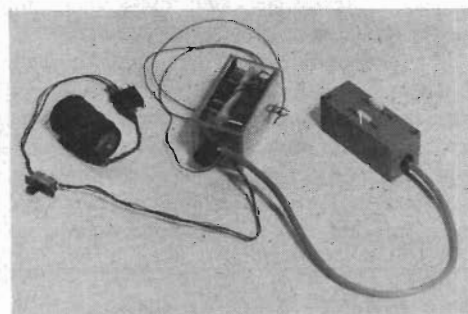

Fig 1. Mottagaranläggningen sammankopplad.
■ ■ Mottagaranläggningen består av följande delar: mottagare, servoförstärkare, servo och ackumulator. Fig 1 visar anläggningen hopkopplad. Som synes används ett fabriks-tillverkat servo, nämligen *Varioprop*. Servoförstärkarna byggs ihop med mottagaren antingen med mottagare och förstärkare på skilda kretskort eller byggd på ett gemensamt kretskort. Såväl mottagare- som sändarkrystaller är av den typ som används i privatradiostationer.